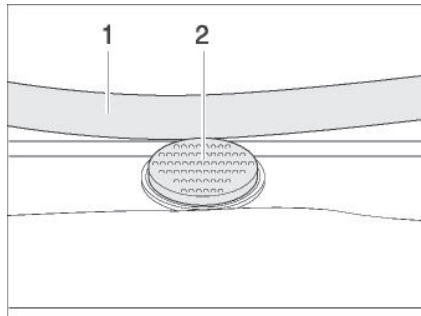

Bild 18 Sicherungsknopf an der Kipp-Dachhaube (Abb. ähnlich)
- Den Sicherungsknopf (Bild 18,2) drücken und den Bügel (Bild 18,1) mit beiden Händen nach unten ziehen.
- Den Bügel mit beiden Händen nach oben drücken, bis der Bügel oberhalb des Sicherungsknopfes (Bild 18,2) liegt.